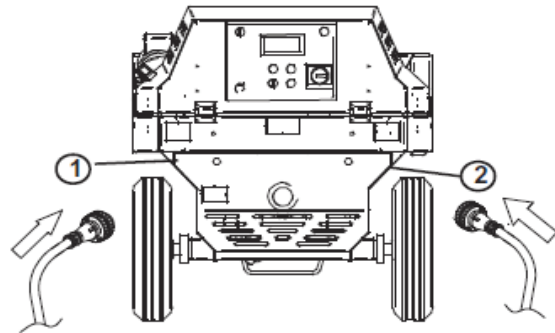

FIG. 6
10.1 CONEXIONADO ELÉCTRICO (fig. 6)
Conecte el cable de alimentación a la clavija de la enfoscadora (1, fig. 6). La clavija de alimentación 2P+T monofásica o 3P+T trifásica y la toma AMARILLA 3P+T para el mando a distancia deben ser del tipo aéreo IP 67.
Si utiliza la mezcladora opcional, conéctela a la toma de corriente de la enfoscadora (2, fig. 6).